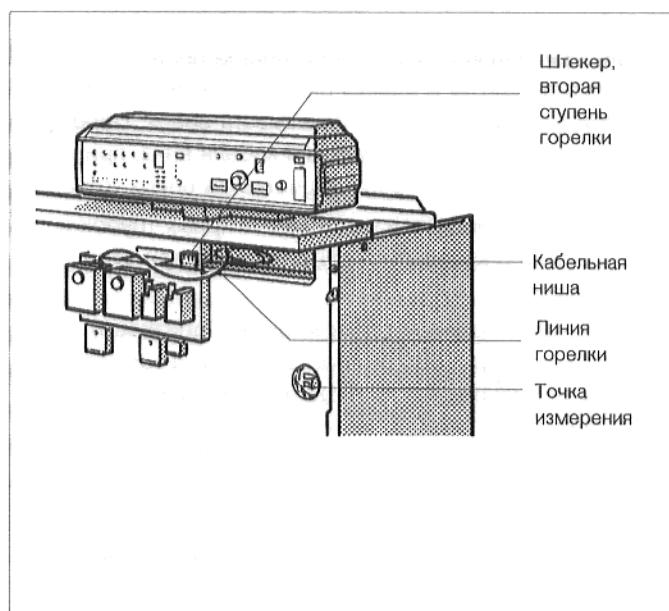

Рис. 14. Котельный блок, передняя сторона
- Проложить капиллярные трубы датчиков температуры и, при "Ecomatic"-регулировании, трубопровод датчика температуры котельной воды, через отверстие в переднем колпаке котла, из кабельной ниши (рис. 14), на переднюю сторону котла.
- Расскрутить капиллярные трубы и, при "Ecomatic"-регулировании, трубопровод датчика, пока они не достигнут точки измерения (рис. 14).
- Проложить линию горелки (рис. 14), через кабельную нишу и отверстие в переднем колпаке котла, к регулятору. Установить штекерное соединение соответственно схеме соединений.
- При двухступенчатом исполнении необходимо устраниить штекер с перемычкой, и вставить туда штекер линии горелки, второй ступени горелки (рис. 14).